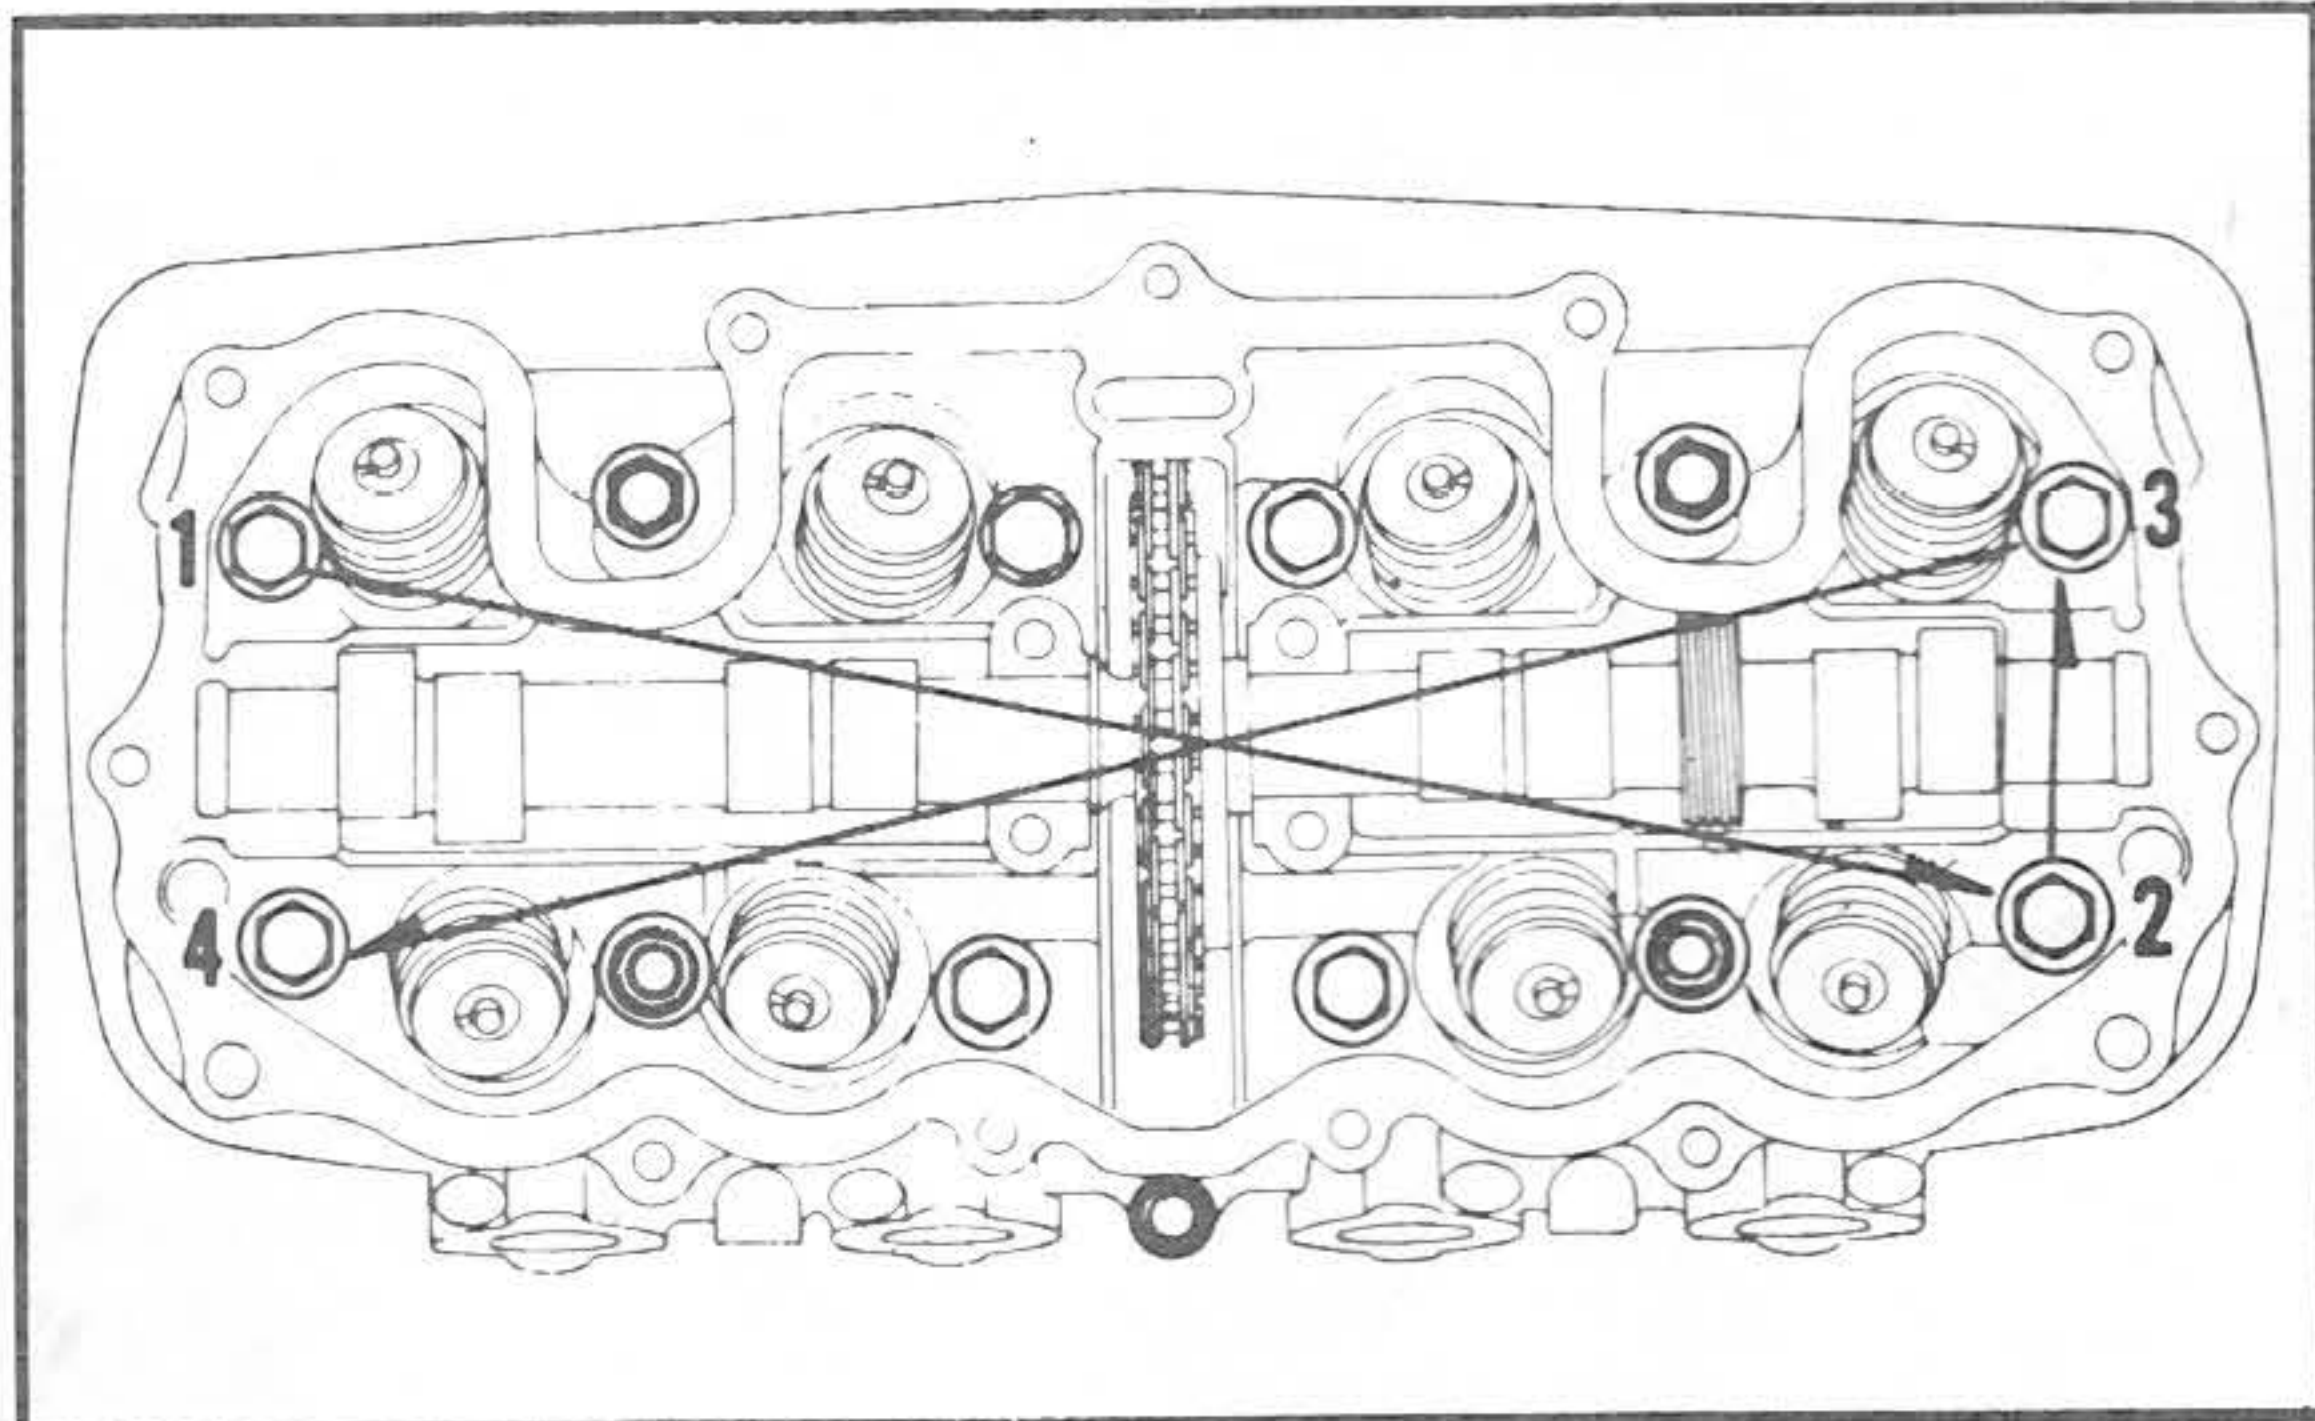

図 8 シリンダーヘッド締付けナット取外し順序
14. シリンダーヘッド締付けナットを図 8 に示すように対角線上に外側から徐々にゆるめる。